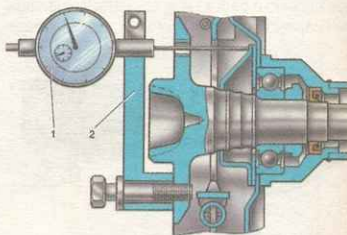

Рис. 4.53. Замер осевого люфта полуоси со снятым колесом и тормозным барабаном: 1 – индикатор; 2 – приспособление 02.7834.9504
- приверните к полуоси приспособление 02.7834.9504 (рис. 4.53);